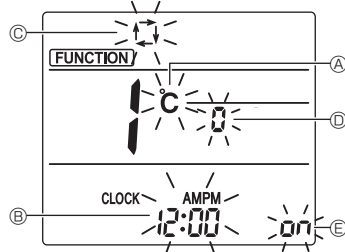

Fig. 6-6
- Vérifiez que la fonction n° "1" est affichée puis appuyez sur la touche **SET** ③.
- L'écran Réglage de l'affichage s'affiche. (Fig. 6-6)
- Appuyez sur la touche **UP/DN** ④ pour changer le n° de fonction.
6.9.2. Changement de l'unité de température (Fig. 6-6 A)
- Appuyez sur la touche **TEMP** ⑤.
- À chaque pression sur la touche **TEMP** ⑤, le réglage change entre °C et °F.
6.9.3. Changement de l'affichage de l'heure (Fig. 6-6 B)
- Appuyez sur la touche **TIME** ⑥.
- À chaque pression sur la touche **TIME** ⑥, le réglage change entre 12:00^{AMPM} et 24:00.
6.9.4. Changement du mode AUTO (Fig. 6-6 C)
- Appuyez sur la touche **MODE** ⑦.
- À chaque pression sur la touche **MODE** ⑦, le réglage change entre **12** et **12.1**.
6.9.5. Changement du n° de paire (Fig. 6-6 D)
- Appuyez sur la touche **UP/DN** ④.
- À chaque pression sur la touche **UP/DN** ④, le n° de paire 0-3 change.